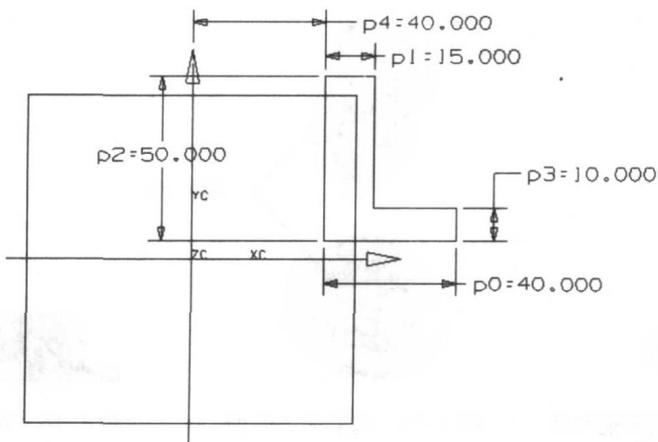

图 1-10 零件 1 的轮廓曲线
(1) 利用 UG 的草图功能，生成零件 1 的轮廓曲线，其尺寸如图 1-10 所示。